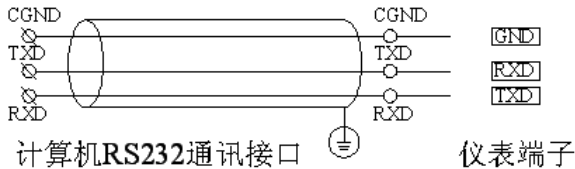

图 24 RS-232 通讯接线方法
- ◆ RS-232C 方式只允许一台上位计算机挂一台记录仪。RS-232C 通讯与计算机的接线如图 24 所示：